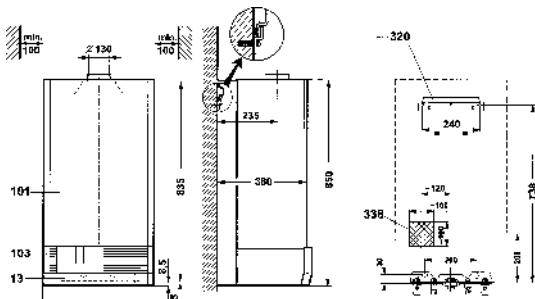

Рис. 6
- Подвесную планку монтировать согласно рис. 6.
Место подключения кабеля к сети и регулятору показано на рис. 6 (тенистое поле).